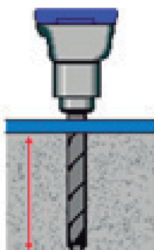

Fig. 3
1. Fure os orifícios da âncora para os parafusos de expansão no chão com uma furadeira elétrica. Certifique-se de perfurar verticalmente. (Fig 3)